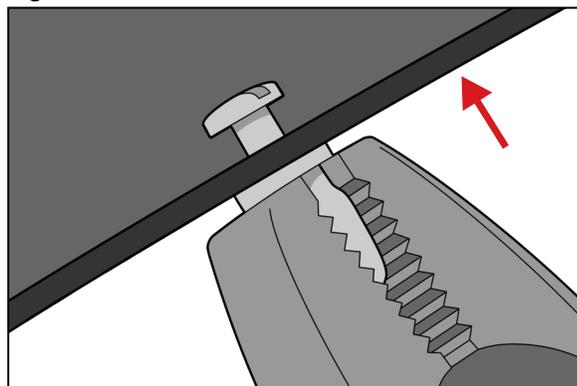

Fig. 7
3. Allineare con cura il gruppo con il foro e forzare il collo del perno nel foro (Fig. 7).